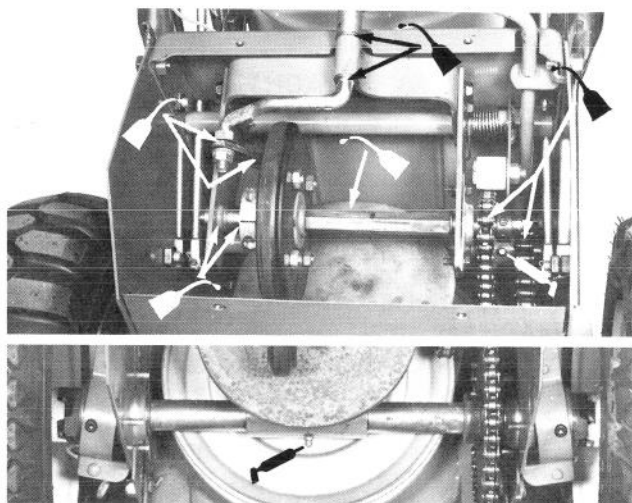

Abb. 27
3. Die vier Blechschrauben der hinteren Abdeckung lösen und dann das Abdeckblech abnehmen. Antriebsketten, Kettenradlager, Nylonring, Sechskantwelle und alle Lagerstellen mit Öl und Fett Nr. 2 schmieren (Abb. 27). Überschüssiges Öl und Fett abwischen. Dann die Abdeckung wieder mit den vier Blechschrauben befestigen.